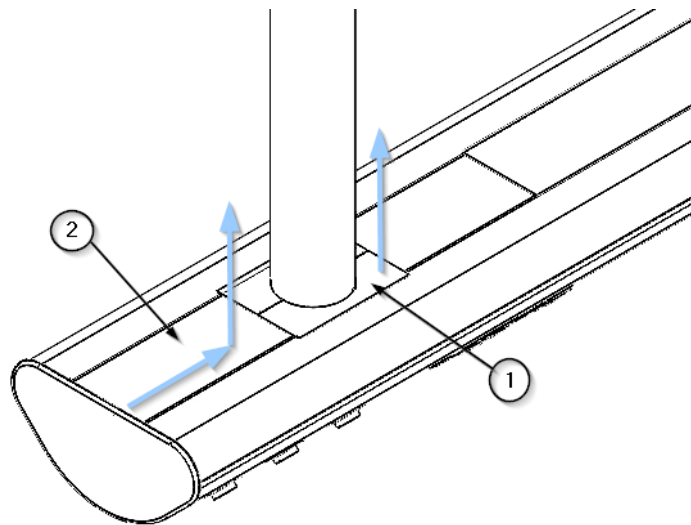

Abb. 2 Entfernen der Abdeckungen vom Hauptkörper
- Entfernen Sie mit Hilfe eines Sechskantschlüssels die 8 Schrauben M4 x 6 (3), mit denen die 5 seitlichen Laschen (2) der Seitenwand (1) befestigt sind, wie in Abbildung 2 dargestellt.
- Entfernen Sie vorsichtig die Seitenwand (1) und legen Sie sie an einem sicheren Ort ab.
- Setzen Sie zunächst die Stirnwand (1) ein, indem Sie die seitlichen Laschen (2) in die Gewindenuten des Hauptkörpers einführen, und befestigen Sie sie mit den 8 Schrauben M4 x 6 (3).
- Überprüfen Sie, ob die Seitenwand (1) ordnungsgemäß befestigt ist.